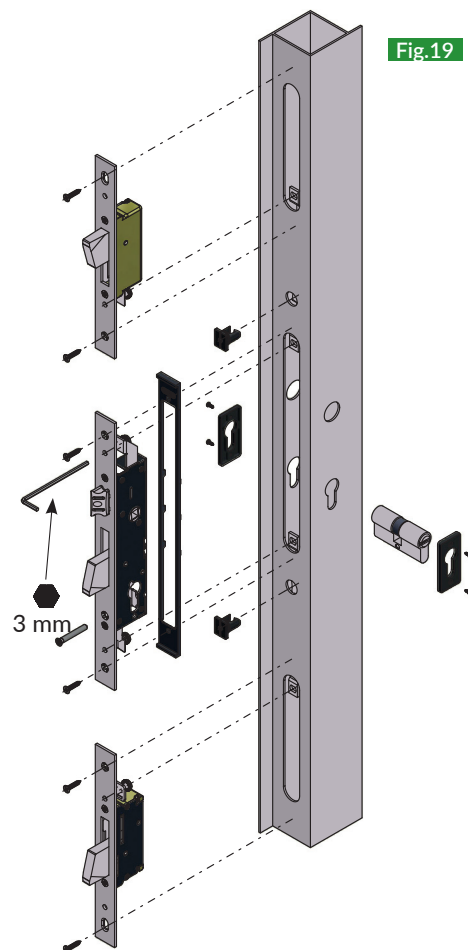

Fig.19
- a) agganciare a pressione, attraverso la cava della serratura, le aste alle relative pinze e portarle all'estremità della cava; **Fig.19**
- a) hook, through the housing of the lock, the rods to their guides and position them at the end of the housing hole; **Fig.19**
- a) fixer par pression les tringles aux guides correspondantes et les faire sortir à l'extrémité de la découpe **Fig.19**;